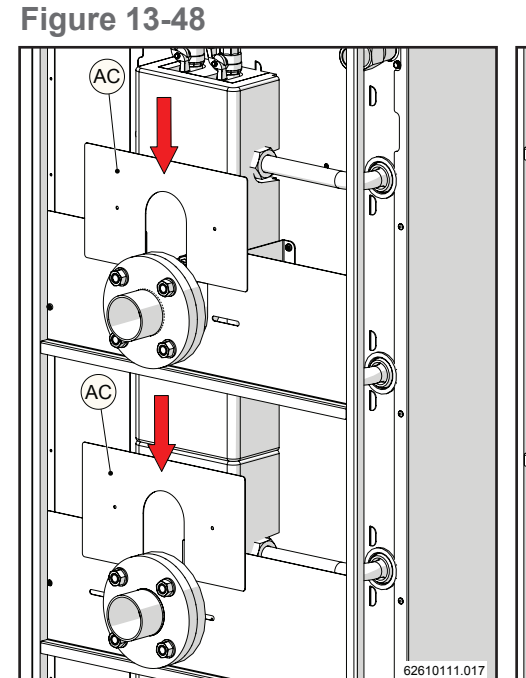
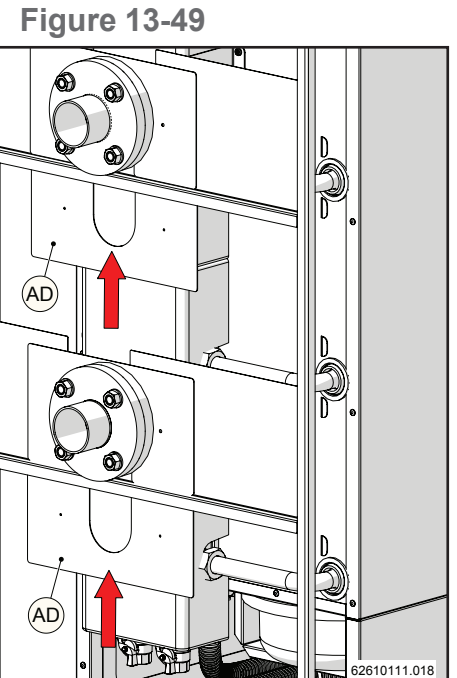
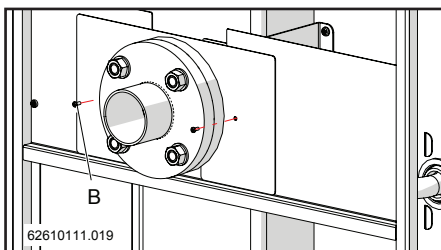
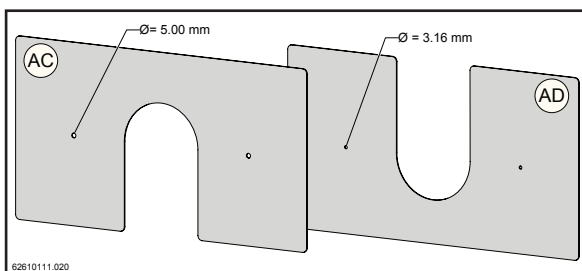

Figure 13-51
Figure 13-52
Figure 13-53
Figure 13-54
- 10.- Insérer les tôles (AC) et (AD) sur la figure 13-54 respectivement devant (figure 13-51), et derrière (figure 13-52) les tôles précédemment montées et dans le sens indiqué par les flèches. Appliquer ensuite les vis « B » comme sur la figure 13-53.
**ATTENTION :** les tôles (AC) et (AD) présentent des trous de différent diamètre (voir la figure 13-54). Pour un assemblage correct, positionner celles-ci selon les modalités décrites au point 10.